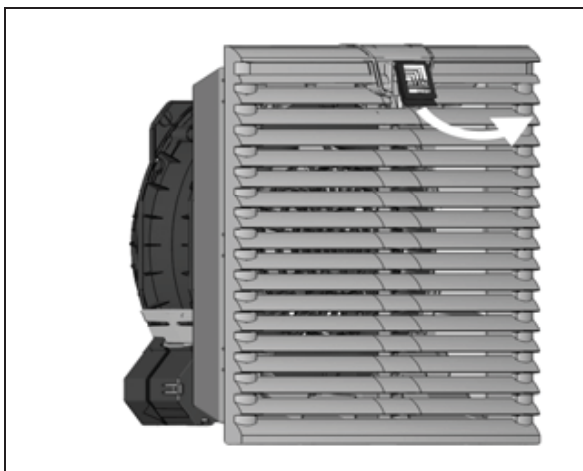

Abb. 6: Entriegeln des Lamellengitters
- Ziehen Sie zunächst das Funktionslogo im Lamellengitter mit dem Finger ein Stück nach oben (siehe Abb. 6)